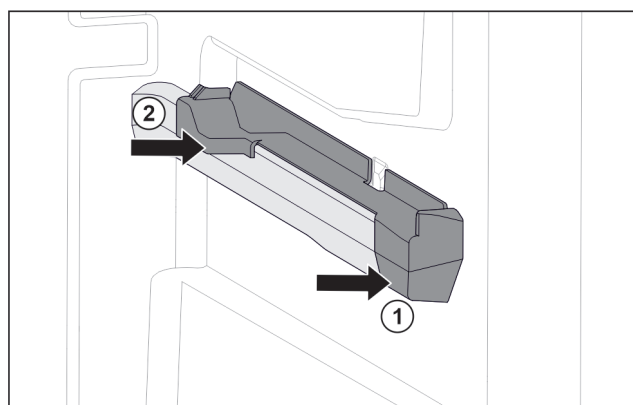

Fig. 44 Nasazovací díl na pravém žebrování na nádoby
- Nasadte nasazovací díl na žebrování na nádoby. Fig. 44 (1)
- Přitlačte nasazovací díl k zadní části. Fig. 44 (2)